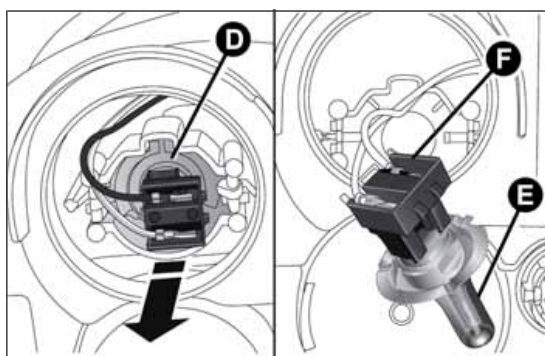

Abb. 176
- Stecker + Lampenhalter D Abb. 176 nach außen ziehen;